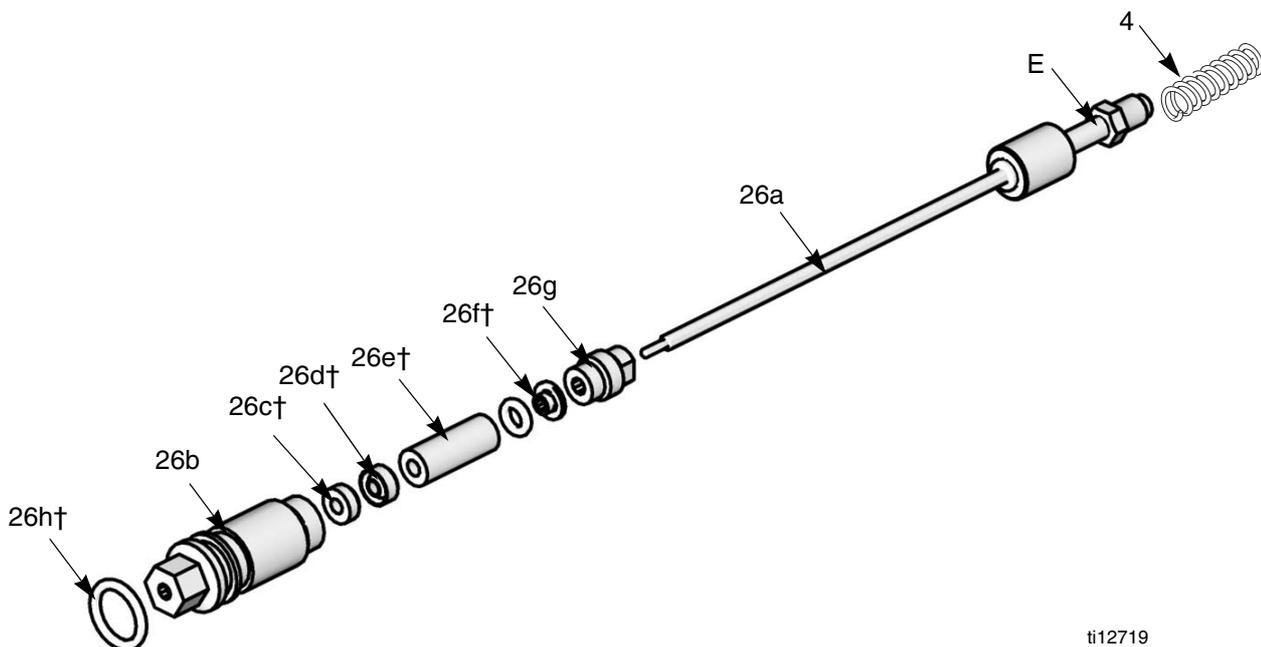

Fig. 15. Aguja
1. Coloque la tuerca prensaestopas (26g) y la junta (26f†) en la varilla de fluido (26a). Las partes planas de la tuerca prensaestopas deben estar dirigidas hacia la parte trasera de la varilla de fluido. La junta tórica del sello debe estar dirigida en dirección contraria a la tuerca prensaestopas. Véase la FIG. 15.
2. Llene la cavidad interior del espaciador (26e†) con grasa dieléctrica (40). Coloque el espaciador en la varilla de fluido (26a) en la dirección mostrada. Aplique generosamente grasa dieléctrica en la parte exterior del espaciador.
6. Instale el muelle (4) contra la tuerca (E) tal como se muestra.
7. Instale el conjunto de la aguja (26) en el cañón de la pistola. Utilizando la herramienta multiusos (37), apriete el montaje hasta que esté firme.
8. Instale el gatillo (30) y sus tornillos (8).